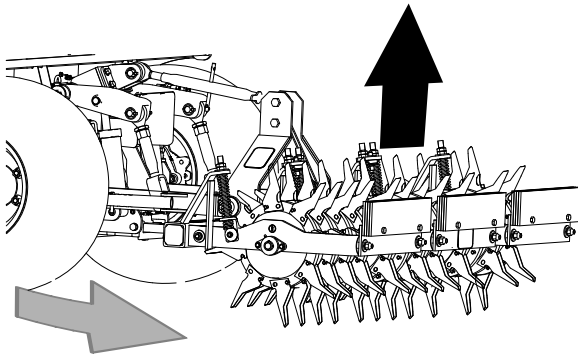

Figure 24
4. Levez l'aérateur en bout de passe avant de tourner (Figure 24).